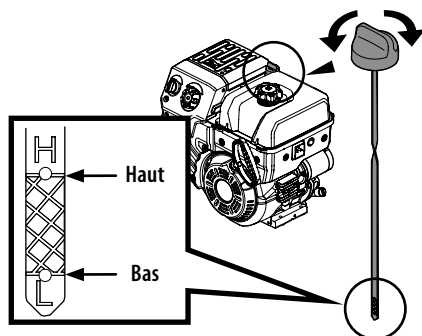

Figure 2
- Maintenir le niveau d'huile entre les repères haut (« H ») et bas (« L ») de la jauge. Voir (Figure 2).
1. Retirez le bouchon et essayez la jauge. Voir (Figure 2).
3. Dévissez le bouchon et retirez la jauge du tube de remplissage. Vérifiez le niveau d'huile. S'il est sous le repère bas (« L »), ajoutez lentement de l'huile jusqu'à ce que le niveau soit au repère haut (« H ») (Figure 2).